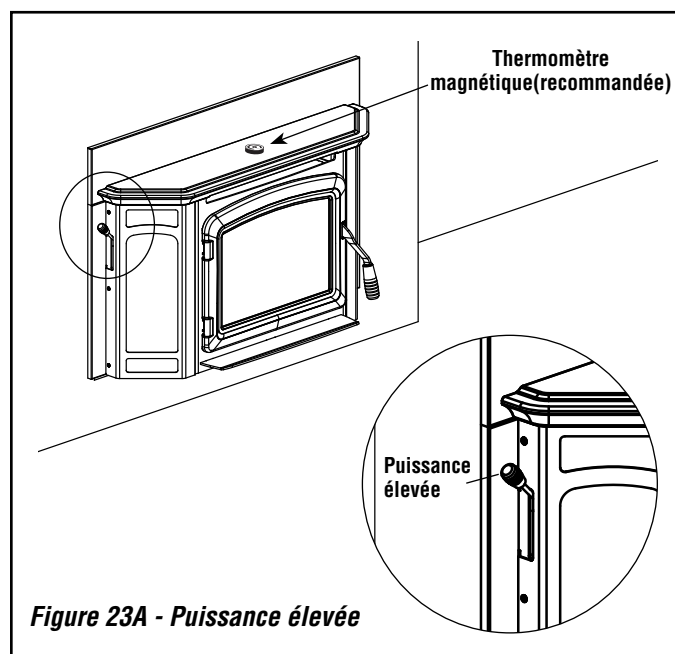

Figure 23A - Puissance élevée
5. Lorsque l'on opère un appareil au bois, il est important de se familiariser avec l'utilisation du registre d'entrée d'air de l'appareil afin de voir son impact sur la température de l'appareil et la chaleur dégagée. L'utilisation d'un thermomètre pour poêle à bois est recommandée afin de savoir si l'appareil ne surchauffe pas et si on brûle le bois avec le maximum d'efficacité. Placer le thermomètre sur le dessus de l'appareil tel qu'indiqué à la **Figure 23A**. Faire une lecture de la température à toutes les 15 minutes approximativement jusqu'à ce que vous soyez familier avec le rendement de votre appareil. Fermer le registre complètement si la température excède 400 degrés, ce qui indiquerait que l'appareil surchauffe.